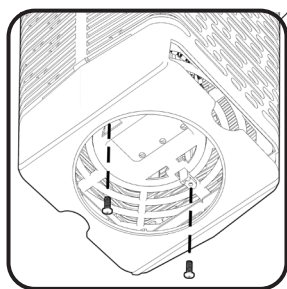

Fig. 1
3. Retire los dos tornillos que aseguran el panel de la rejilla. (Fig. 1)